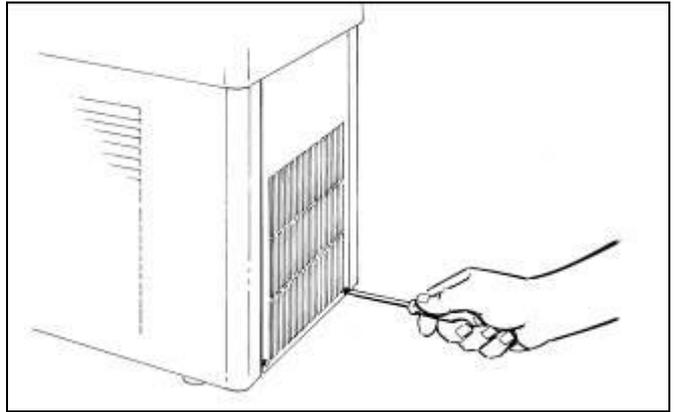

Fig. 45
- Pour la GT1 : - retirer le panneau postérieur en dévissant les deux vis qui le retiennent sur sa partie inférieure (fig.45);